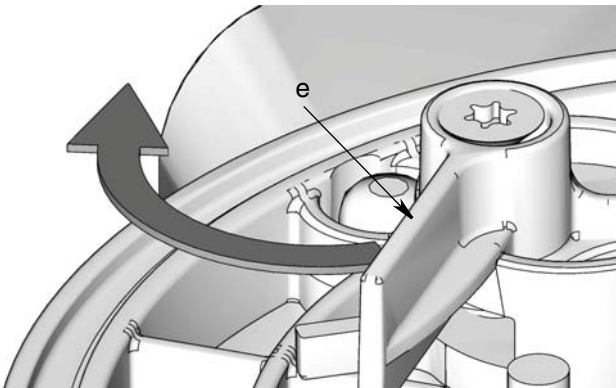

ABB. 14
herausgezogenen Position gehalten werden, um Schäden zu vermeiden (ABB. 14).
a. Prüfen Sie, ob der Niedrigstandflügel (e) sich in der vollständig herausgezogenen Position befindet, wie in ABB. 14 gezeigt.